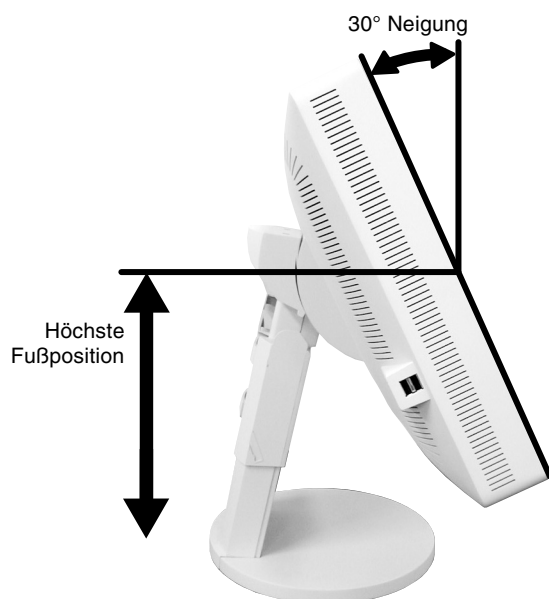

Abbildung C.2
4. Fassen Sie den LCD-Bildschirm auf beiden Seiten an, neigen Sie ihn in einem Winkel von 30 Grad und heben Sie ihn in die höchste Position (**Abbildung C.2**).